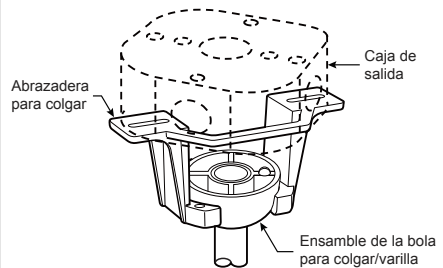

Figura 4
4. Afloje los dos tornillos de fijación del soporte del barral de soporte para techo a través de la varilla. Introduzca los cables de color marrón, azul, rojo, gris y amarillo cables a través de la varilla. (Figura 4)
2. Levante cuidadosamente el ventilador y coloque el ensamble de la bola para colgar/varilla en la abrazadera para colgar que acaba de fijar a la caja de salida. Asegúrese de que la ranura de la bola esté alineada con la lengüeta de la abrazadera para colgar. (Figura 4)
3. Realice las conexiones de cables al bloque del terminal como se muestra en la Figura 4.
4. Para que el ventilador sea funcional, instale las pila (incluidas) de 3V en el transmisor del mando a distancia. Mientras el ventilador esté apagado. A continuación, siga el proceso de fijación remota de código. Si no se utiliza el ventilador durante un largo periodo de tiempo, extraiga la batería para evitar cualquier daño al transmisor. Almacene el mando a distancia en un lugar alejado del calor o la humedad excesiva. (Figura 4)